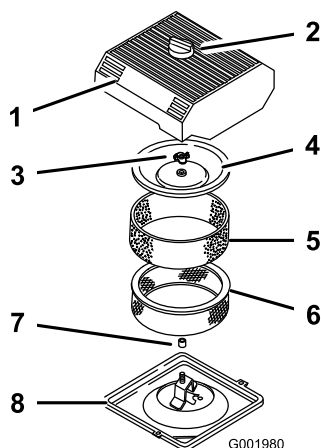

Рисунок 34
3. Очистите область вокруг воздушного фильтра для предотвращения попадания загрязнений в двигатель, что может вызвать его повреждение (Рисунок 34).
- Ослабьте ручку крышки воздухоочистителя и снимите крышку (Рисунок 34).
- Осторожно снимите элемент из вспененного материала с бумажного элемента (Рисунок 34).
- Отверните гайку крышки и снимите крышку и бумажный элемент (Рисунок 34).
- Осторожно наденьте элемент из вспененного материала на бумажный элемент воздухоочистителя (Рисунок 34).
3. Установите гайку крышки, затянув ее от руки, чтобы прижать крышку (Рисунок 34).
4. Установите крышку воздухоочистителя и ручку (Рисунок 34).